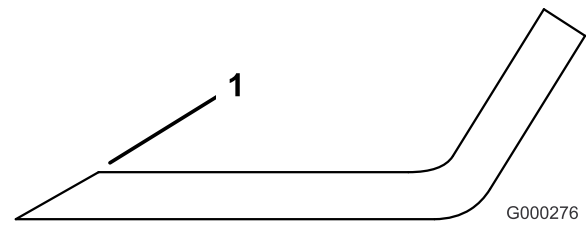

Bild 74
1. Schärfen Sie die Schnittkanten an beiden Enden des Messers (Bild 74). Behalten Sie den ursprünglichen Winkel bei. Das Schnittmesser behält seine Auswuchtung bei, wenn von beiden Schnittkanten die gleiche Materialmenge entfernt wird.